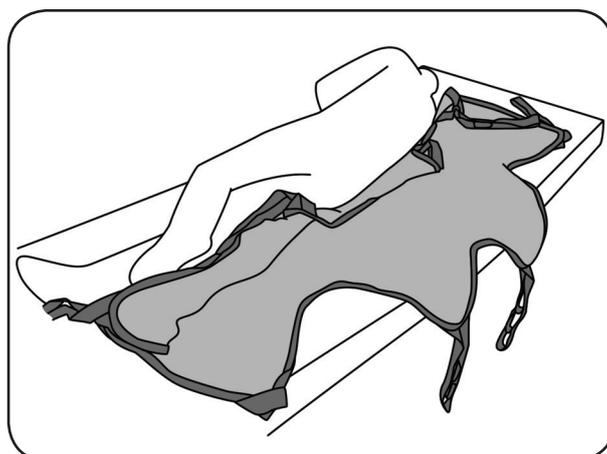

Abb. 8.2.04 – Liftergurt hinter dem Rücken des Patienten positioniert
5. Falten Sie den Liftergurt in der Hälfte zusammen und legen Sie ihn hinter den Rücken des Patienten. Dabei muss die zweite Schlaufe vom Fußende auf Höhe der Hüfte des Patienten liegen (Abb. 8.2.04).